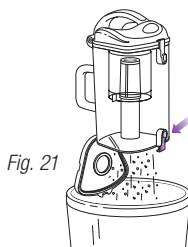

Fig. 21
- 2 Sostenga el recipiente de la tierra sobre un cesto de basura y presione el botón para abrir la tapa de abajo. **(Fig. 21)** Golpéelo suavemente para vaciar su contenido. Cierre nuevamente la tapa hasta que se trabaje.